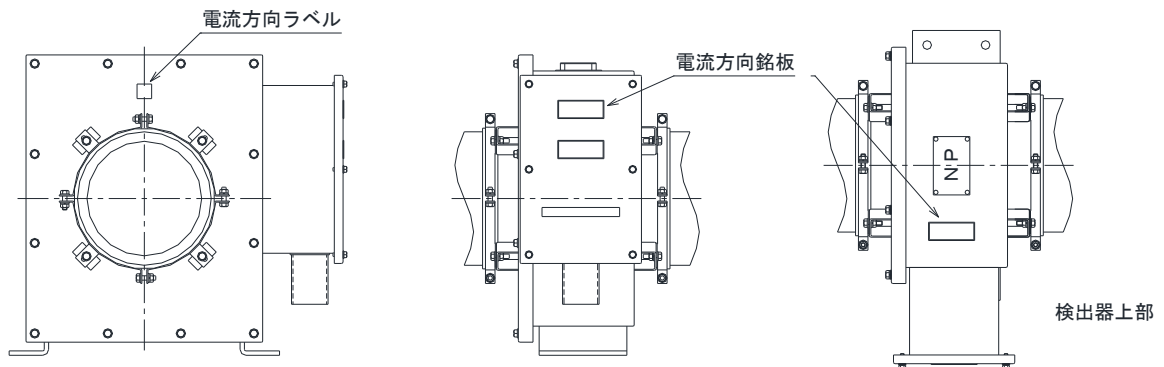

図6 電流方向ラベル及び電流方向銘板位置
- ① 検出器本体の側面に電流方向ラベル(+, -)を、端子箱蓋部及び検出器本体の上部に電流方向銘板を貼り付けています。(図6参照)